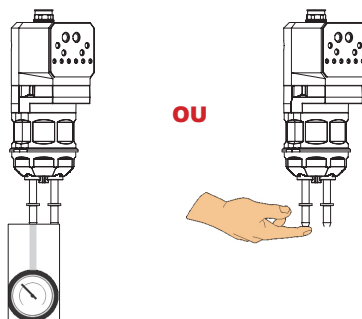

Figure 11 Options de vérification du vide
3. Débrancher le tuyau de poudre de la pompe. Brancher un manomètre à vide sur le raccord d'aspiration ou placer un doigt sur le raccord comme illustré dans la Figure 11.